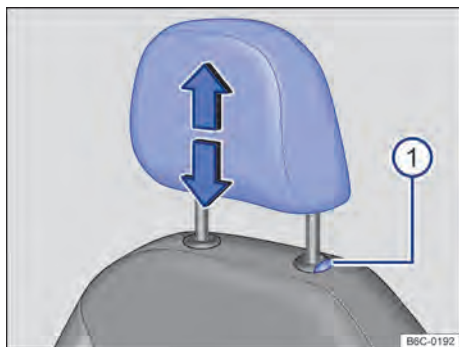

Fig. 73 Apoio para cabeça dianteiro: desinstalar.
- Retirar o apoio para cabeça com o botão → Fig. 73  pressionado.
- Empurrar o apoio para cabeça totalmente para baixo com o botão → Fig. 73  pressionado.